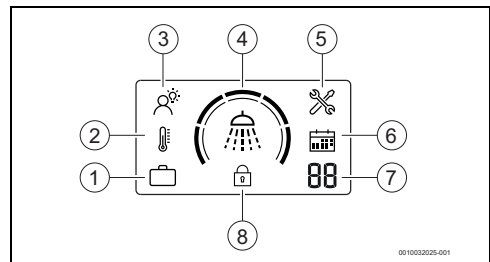

Fig. 5 Module d'affichage du régulateur
- ▶ Appuyer sur la touche  jusqu'à ce que l'écran affiche le mode SMART (→ Fig. 5 [3]). Le mode de service SMART est sélectionné.
- ▶ Appuyer sur la touche  jusqu'à ce que l'écran affiche le mode Manuel (→ Fig. 5 [2]). Le mode de service Manuel est sélectionné.
- ▶ Appuyer sur la touche  jusqu'à ce que l'écran affiche le mode Vacances (→ Fig. 5 [1]). Le mode de service Vacances est sélectionné.
- ▶ Appuyer sur la touche  pour régler le nombre souhaité de jours de vacances (→ Fig. 5 [7]). Le nombre sélectionné clignote 3 fois pour confirmer la sélection.
Cette fonction verrouille le panneau de commande (→ Fig. 5 [8]).